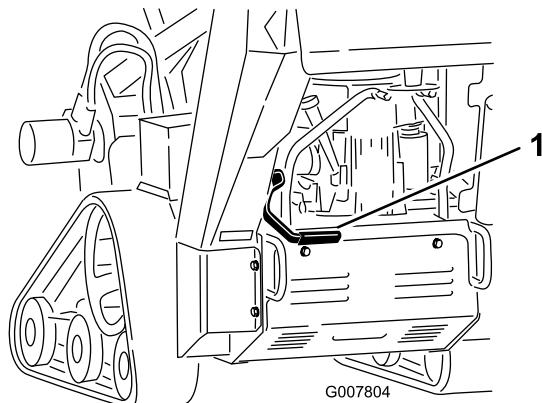

Figure 15
- Pour serrer le frein de stationnement, tirez le levier en arrière et vers le haut (Figure 15).
- Pour le desserrer, tirez le levier en arrière et vers le bas (Figure 15).